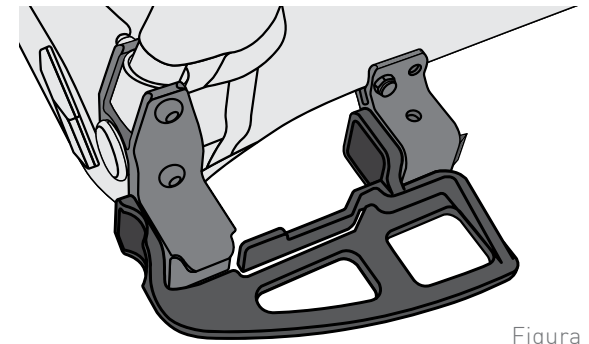

Figura 8
2. Deslice el guardabarros en el receptor de la barra de remolque hasta que encaje en su posición (Figura 8). Ligeramente doblar pestañas delanteras hacia adentro cuando inserción .